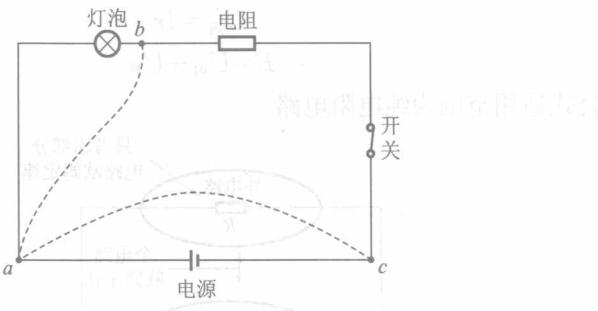

图 1-10 电路的短路示意
(3)短路。电路中电位不同的两点直接碰接或被电阻非常小的导体接通的状态称为短路。如图1-10所示,若a、b两点用导线接通,则称为灯泡被短路。若a、c两点用导线直接接通,则称负载全部短路,短路时往往形成过大的电流,容易使电源、负载损坏,故应采取可靠措施,尽量避免。